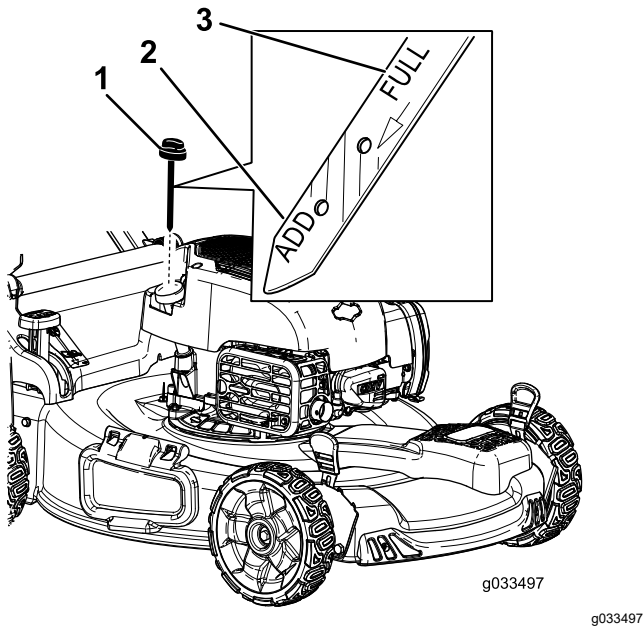

Рисунок 5
2. Извлеките масломерный щуп, повернув крышку против часовой стрелки и вытянув его (Рисунок 5).
6. Определите уровень масла по отметкам на щупе (Рисунок 5).